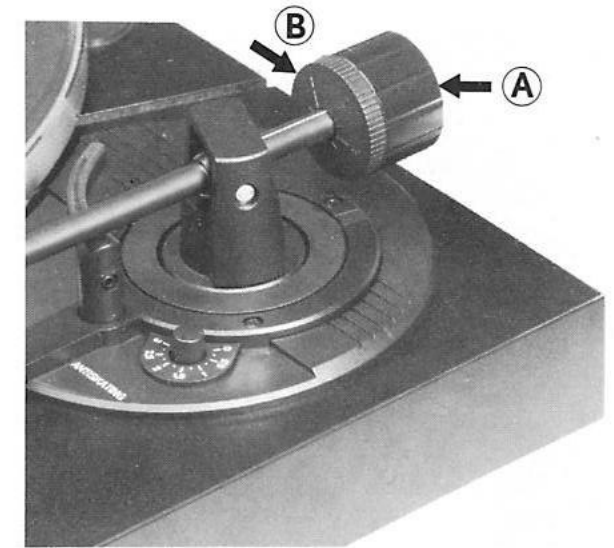

Fig. 7
Drehen Sie nun das Ausgleichsgewicht ④ mit Skalenring ⑤ (Fig. 7) bis der Tonarm waagrecht in Schwebelage bleibt.